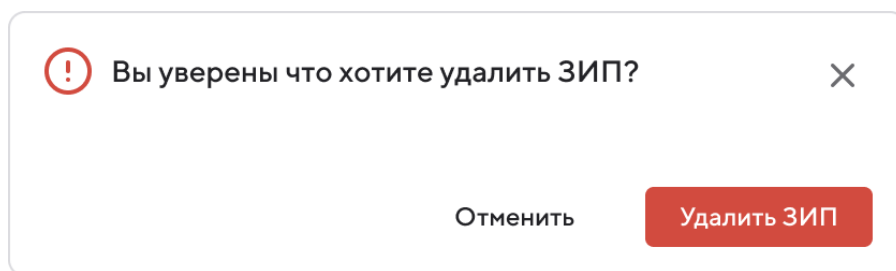

Рисунок 156 – Дополнительное окно для подтверждения удаления выбранного ЗИП
5. В строке выбранного ЗИП нажмите кнопку  (Удалить). Откроется дополнительное окно для подтверждения удаления (Рисунок 156).